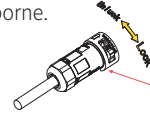

Fig. 23
**REMARQUE :** assurez-vous que le cache de borne est correctement verrouillé sur la borne (Fig. 23).